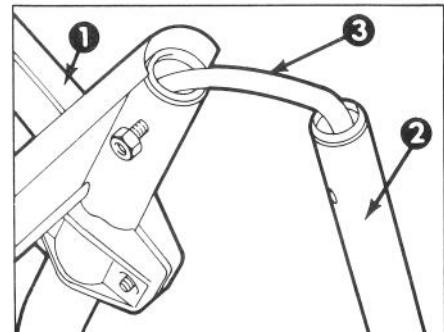

Figure 1
1. Posez la déneigeuse debout à la verticale et placez le manche supérieur en position inversée en préparation pour l'assemblage du manche (Fig. 1). INSPECTEZ LE CORDON D'ALIMENTATION. S'IL Y A DOMMAGE, N'ASSEMBLEZ PAS VOTRE TORO, CONTACTEZ LE MARCHAND.
REMARQUE: Ayez soin de ne pas endommager le cordon électrique (Fig. 1).